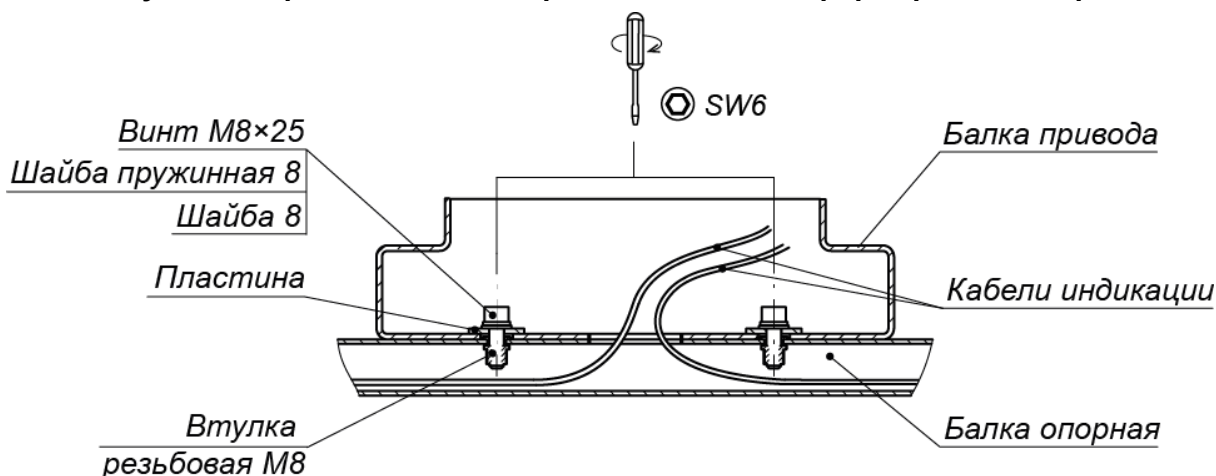

Рисунок 17. Крепление балки привода с балкой опорной
- Закрепите балку привода на опорных балках обоих формователей прохода (7) и на верхней балке разделителя турникета (8) винтами M8×25 (6 штук), ключ SW6, используя квадратные пластины из комплекта поставки (см. рис. 17). Затяжка винтов предварительная, для возможности регулировки положения балки привода.